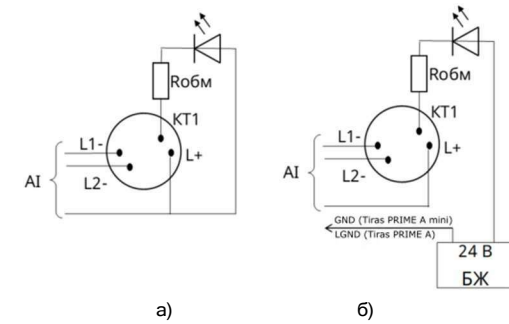

Рисунок 4.2 - Підключення ВПОС або світлодіода
4.2 Якщо за проектом використовують ВПОС з живленням від АІ, то його мінусовий контакт з'єднують з гвинтовою клемою з маркуванням «2» (КТ1), а плюсовий - гвинтовою клемою з маркуванням «1» (L+) (Рис. 4.2а, наявність Rо6м залежить від типу ВПОС і його робочого струму). Замість ВПОС допускається підключення світлодіода через резистор Rо6м з опором не менше 10 кОм. Для ВПОС слід підбирати світлодіод з малим струмом споживання (близько 2 мА).
Якщо живлення пристроїв виносної індикації передбачають від зовнішнього БЖ, СПТА підключають згідно з Рис. 4.2б. Мінусовий дріт від БЖ підключають до клем «LGND» ППКП Tiras PRIME A та клем «GND» ППКП Tiras PRIME A mini. Вихідна напруга БЖ повинна бути не більше 30 В і повинна забезпечувати робочий струм ВПОС.